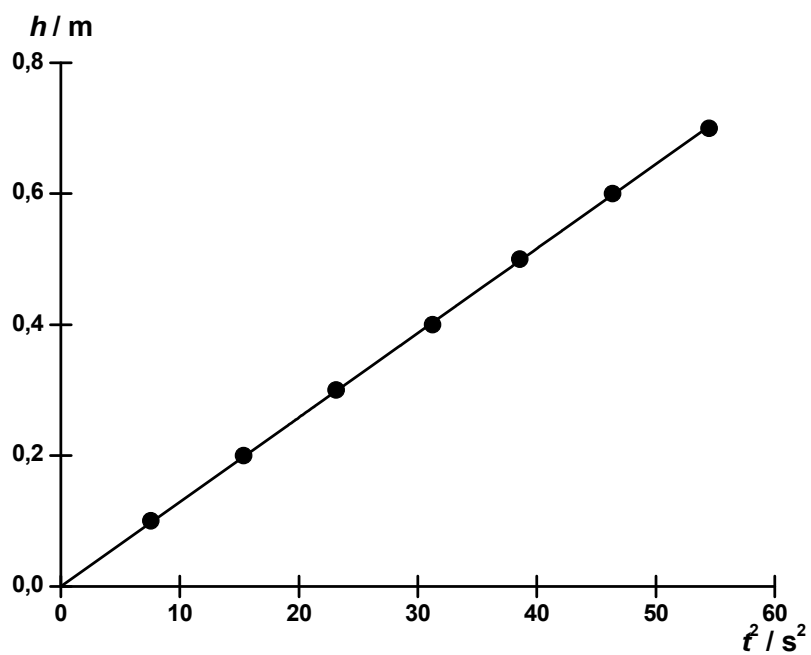

Fig. 2: Diagrama $h(t^2)$.
- Aplicar a altura da queda h em dependência do quadrado do tempo de queda t^2 (Fig. 2). Conforme